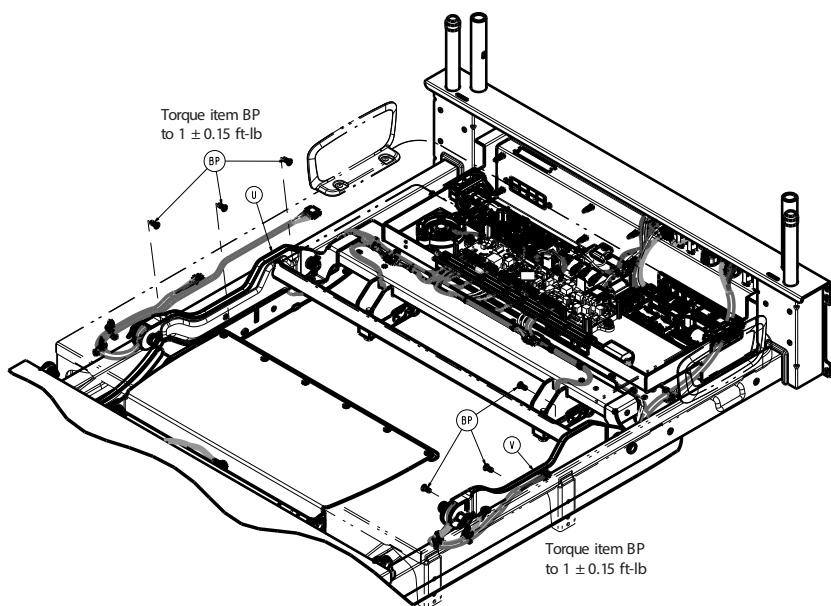

Figure 25 – Retrait du couvercle
20. À l'aide d'une clé Torx T15, retirer les trois vis (BP) qui fixent le couvercle du maillon du relève-buste (V) au maillon du relève-buste (Figure 25). Conserver les vis.
22. À l'aide d'une clé Torx T15, retirer les trois vis (BP) qui fixent le couvercle du maillon du relève-buste (U) au maillon du relève-buste (Figure 25). Conserver les vis.